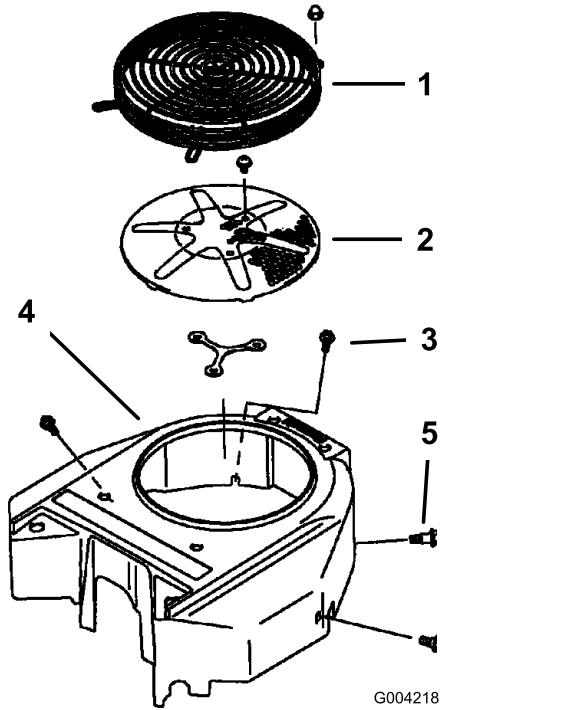

Figura 79
Prima di ogni uso, eliminate erba, morchia e altri detriti accumulatisi sulla griglia del motore. In questo modo garantirete un'adeguata ventilazione, una corretta velocità del motore e ridurrete la possibilità di surriscaldamento e danni meccanici al motore (Figura 79).
3. Rimuovete la griglia della presa d'aria, l'avviatore autoavvolgente e la sede della ventola (Figura 79).
5. Installate la griglia della presa d'aria, l'avviatore autoavvolgente e la sede della ventola (Figura 79).